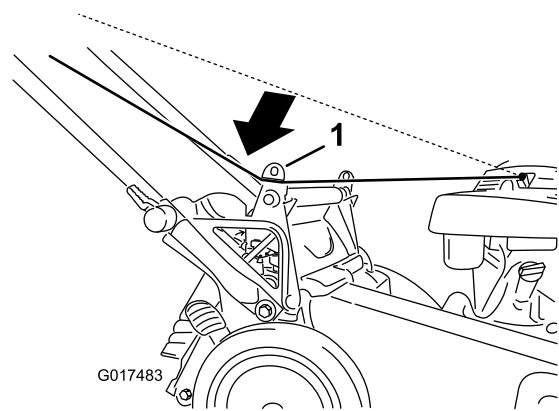

Figura 21
1. Pase la cuerda del arrancador alrededor de la guía de cuerda inferior (Figura 21).